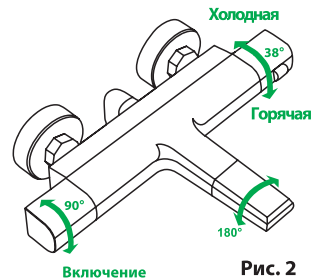

Рис. 2
- Ручка дивертора используется для включения/выключения смесителя, переключения воды с излива на ручную лейку и регулирования напора воды (см. рис. 2).